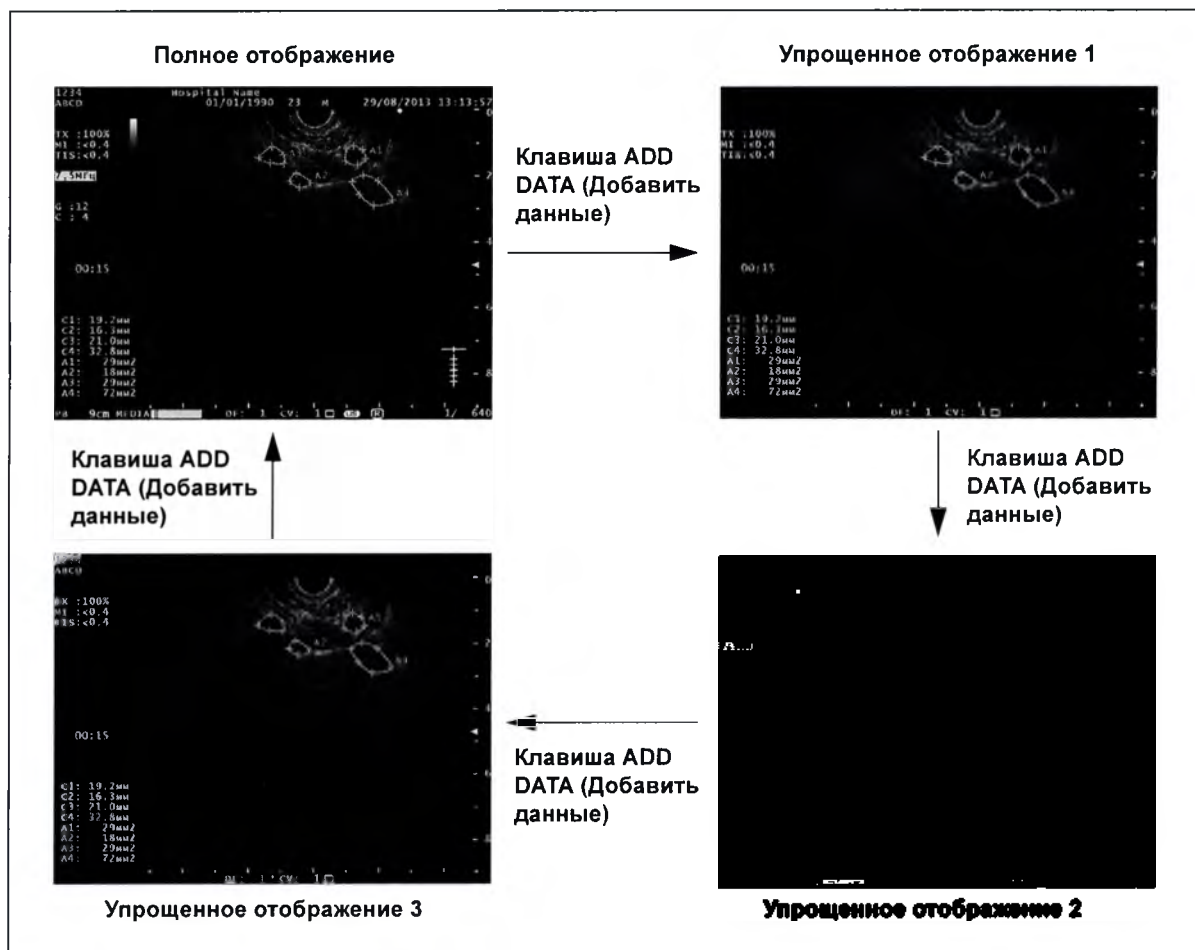

Рисунок 7.7
- 1** Каждое нажатие клавиши ADD DATA служит для пошагового переключения характера отображения информации в окне. (См. табл. 7.1 и рис. 7.7)